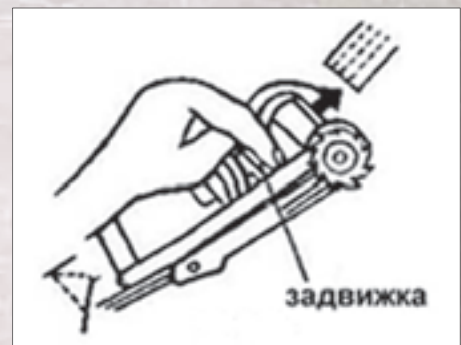

Рис. 3
- Чтобы освободить ленту из храпового механизма (Рис. 3), оттяните задвижку назад, таким образом разблокируется храповое колесо.